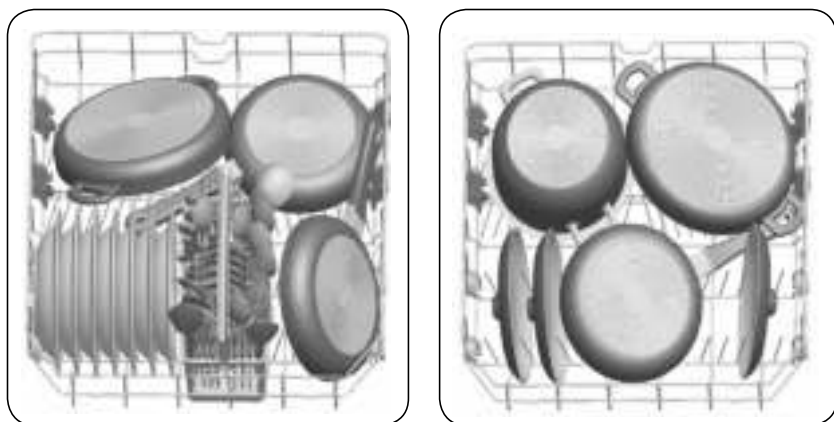

Рис. 10
- Рекомендуем в нижнюю корзину помещать большую и наиболее трудную для мытья посуду, такую как: кастрюли, кастрюльки, крышки, столовая посуда, салатницы и т. п. так, как показано на рис. 10.